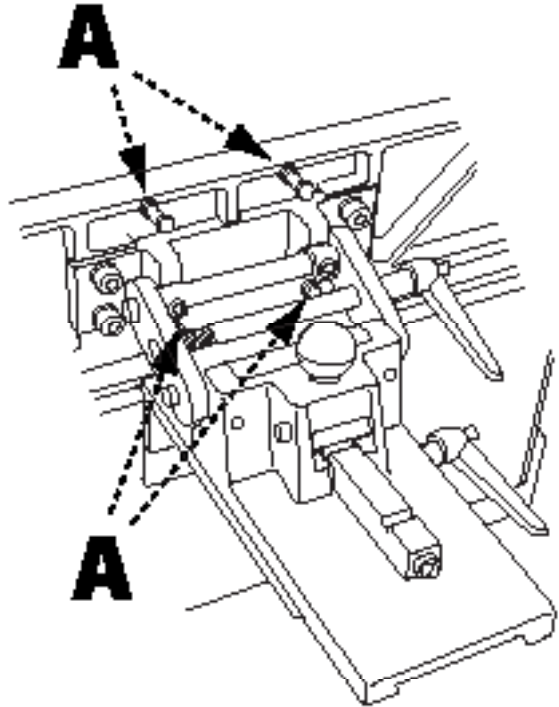

FIGURA 18
2. Consulte la figura 18 y busque los dos conjuntos de pernos del tope de 45° (A), hay dos pernos que fijan la posición para el tope de 45° interno y dos que fijan la posición para el tope de 45° externo.